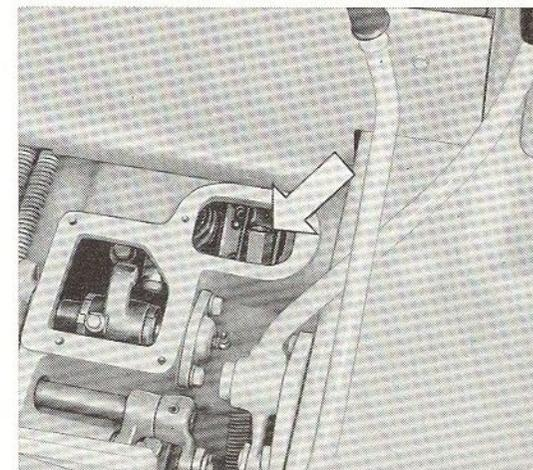

Fig. 21. - Écrou de réglage du jeu entre le ruban freinant et le tambour (frein gauche).
- Démontez les marchepieds et les deux couvercles supérieurs de visite; vissez les écrous de réglage (fig. 21) de manière que la course des pédales soit de 4 à 5 cm.